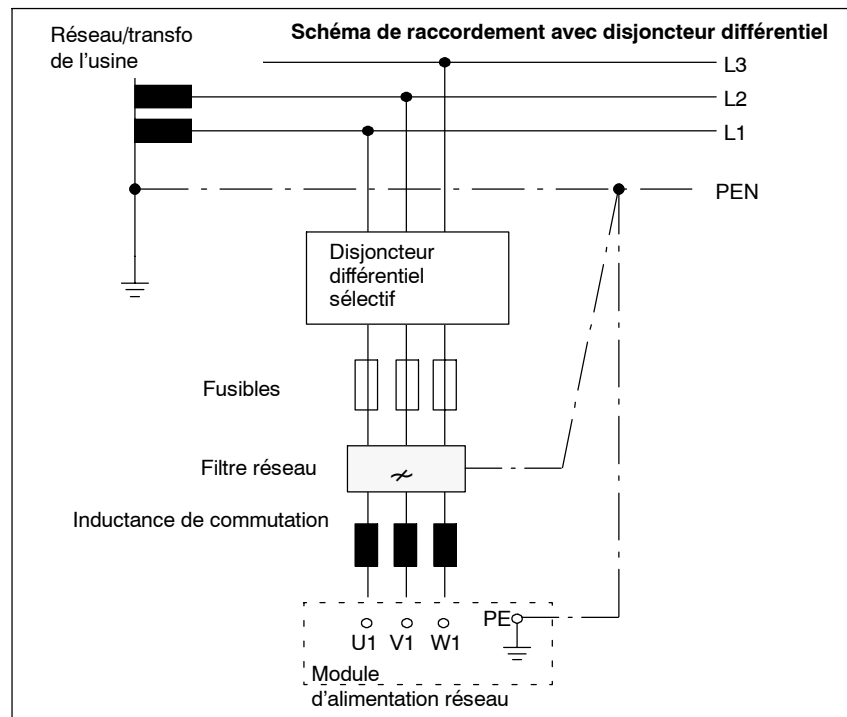

Fig. 7-4 Schéma de raccordement du disjoncteur différentiel
- Seule l'utilisation d'un disjoncteur différentiel à déclenchement retardé (sélectif) et à sensibilité tous courants est autorisée (connexion conformément à la figure 7-4).